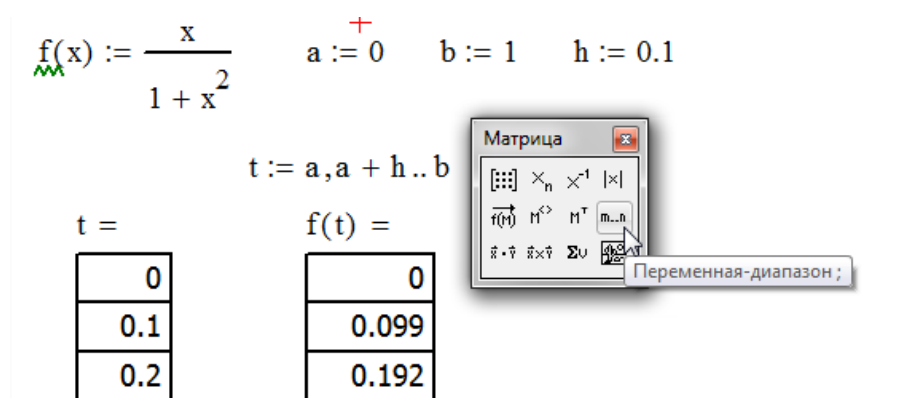

Рисунок 3.3 – Создание функции и таблицы значений
4. Получить таблицу значений функции для переменной  $t$  (рис.3.3):